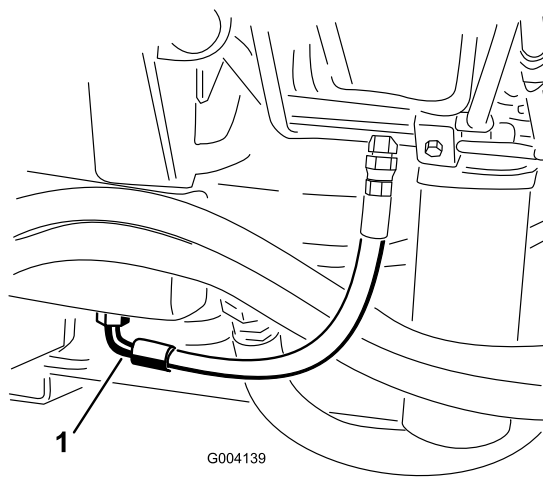

Рисунок 67
3. Установите большой сливной поддон под штуцер, расположенный в нижней части бака с гидравлической жидкостью (Рисунок 67).